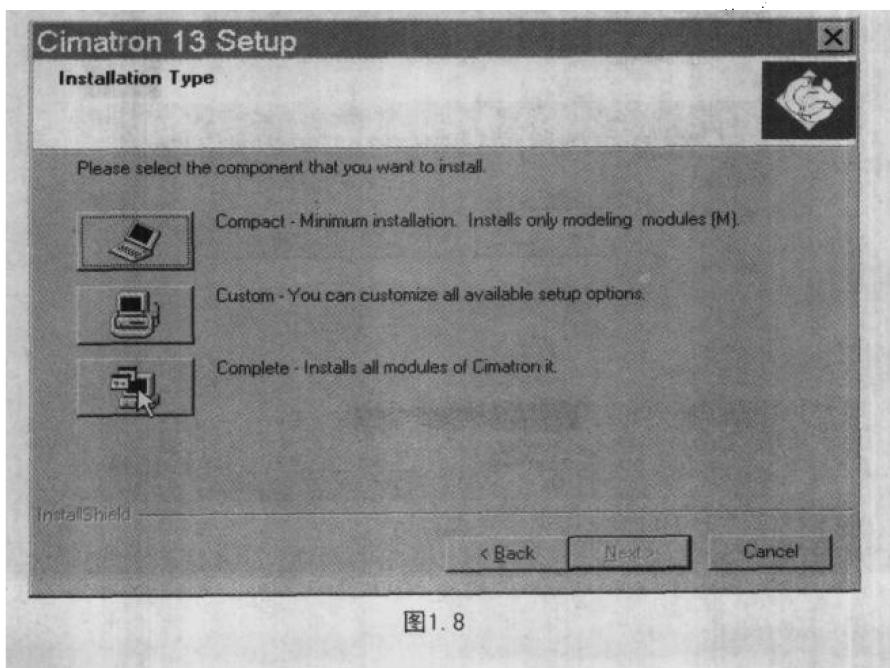

图1.8
- (8) 接下来出现如图1.8所示的安装类型画面，第1行为最小化安装(只安装造型模块)，第2行为用户定制安装(可以选择相应的模块进行安装)，第3行为完全安装(安装所有的模块)，这里选择完全安装。